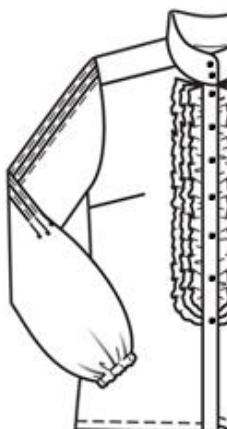

Рисунок 1 – Фрагмент блузки. Обработка полочки
Второй этап: Моделирование фрагмента заданной модели «Обработка полочки» (стр. 7, рис. 1) в натуральную величину и изготовление лекал
Третий этап: Изготовление (пошив) образца фрагмента заданной модели (стр. 7, рис. 1) женской блузки.
1) Внешний вид фрагмента заданного изделия должен полностью соответствовать техническому рисунку модели и художественно-техническому описанию (стр. 3, табл.1) и рисунку фрагмента (стр. 7, рис. 1).